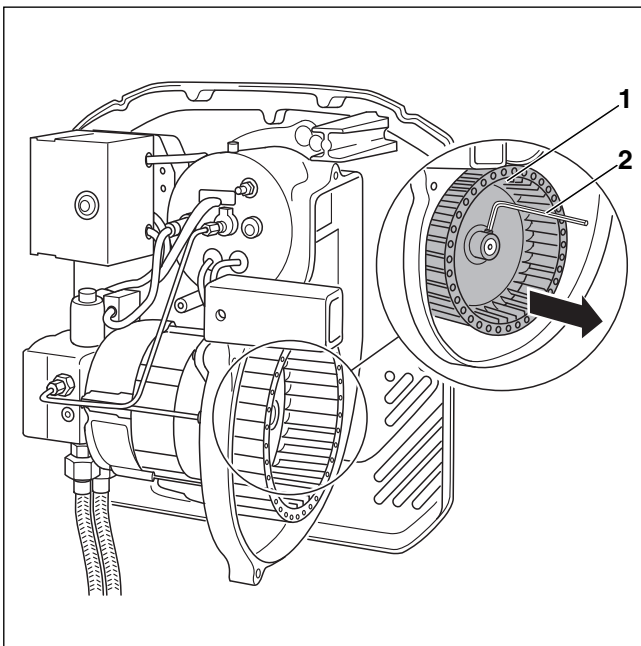

Bild 43 Gebläserad prüfen, ggf. reinigen
- ▶ Gebläserad (→ Bild 43, [1]) mit einem Innensechskantschlüssel (→ Bild 43, [2]) lösen und von der Welle ziehen.
- ▶ Gebläserad (→ Bild 43, [1]) wieder montieren.